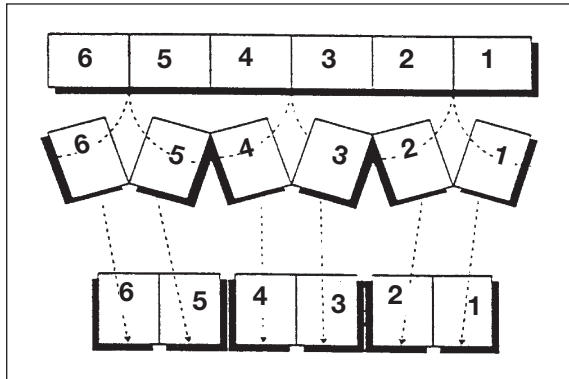

Bild 3: Das Bild zeigt, daß immer die gleichen Bahnkanten bei der Zusammenfügung der Bogen wieder zusammen kommen müssen.
5. Im nachfolgenden Bild 3) wird noch einmal die generelle Methode des Bogenschneidens von der Rolle gezeigt. Die dicke Kantenlinie repräsentiert dabei immer die gleichen Kanten der Folienbogen.